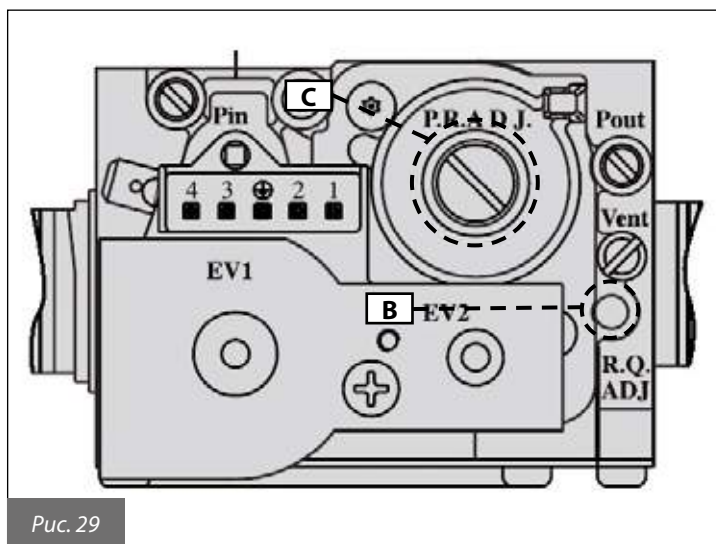

Рис. 29
- Удостовериться, что комнатный термостат (опция), если таковой имеется, включен (ON).
- Отрегулировать уровень содержания углекислого газа (CO₂) в дымовых газах с помощью соответствующего регулятора **B** (рис. 29) и удостовериться, что его величина находится в пределах, указанных в табл. 13. Не выключая режим «трубочист», перейти к следующему этапу — регулировке минимальной мощности.
- Отрегулировать уровень содержания углекислого газа (CO₂) в дымовых газах, вращая регулятор «offset» **C** (рис. 29), и удостовериться, что его величина находится в пределах, указанных в табл. 13.